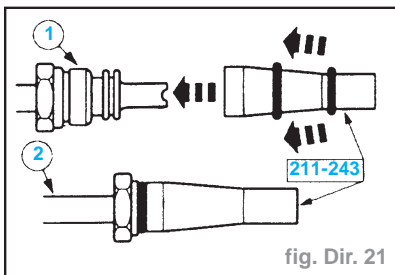

fig. Dir. 21
- À l'aide de l'outil spécial, poser un nouveau joint torique en Teflon. (fig. Dir. 21) :
- À l'aide de l'outil spécial, poser un joint torique en Teflon neuf. (fig. Dir. 21)